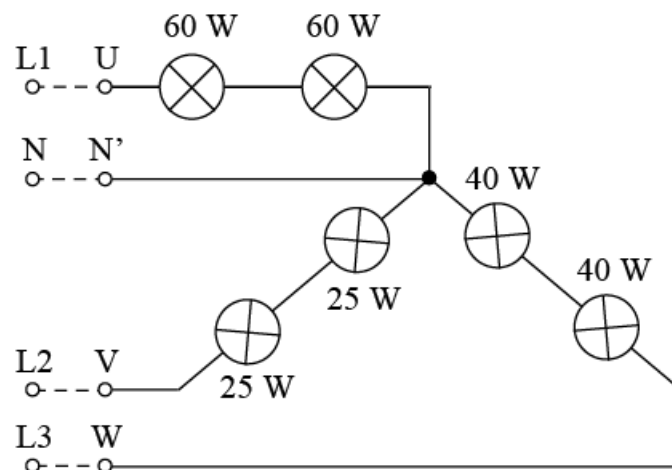

Abbildung 2: Verbraucher (reelle Last) in Sternschaltung
- 6.3.1 Schalten Sie die unsymmetrischen Verbraucher an das Vierleiternetz entsprechend **Abbildung 2**. Messen Sie die Leiterspannungen U_{12} , U_{23} und U_{31} sowie die Strangspannungen U_{L1N} , U_{L2N} und U_{L3N} .